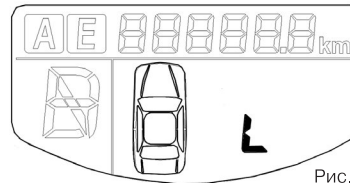

Рис.3
9. После входа в настройки замены колес согласно вышеописанному методу, кратко нажмите кнопку “SET”, чтобы войти в положение настройки параметров колес. Теперь, давление, температура и каждая иконка колеса не отображается на дисплее LCD. Подсказка “L” отображается. Смотрите рисунок 3.